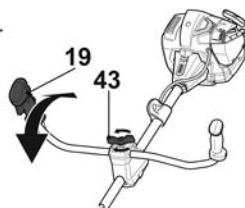

Рис. 18
- > Ослабьте пластмассовую ручку [43] и отрегулируйте угол (рис. 18).